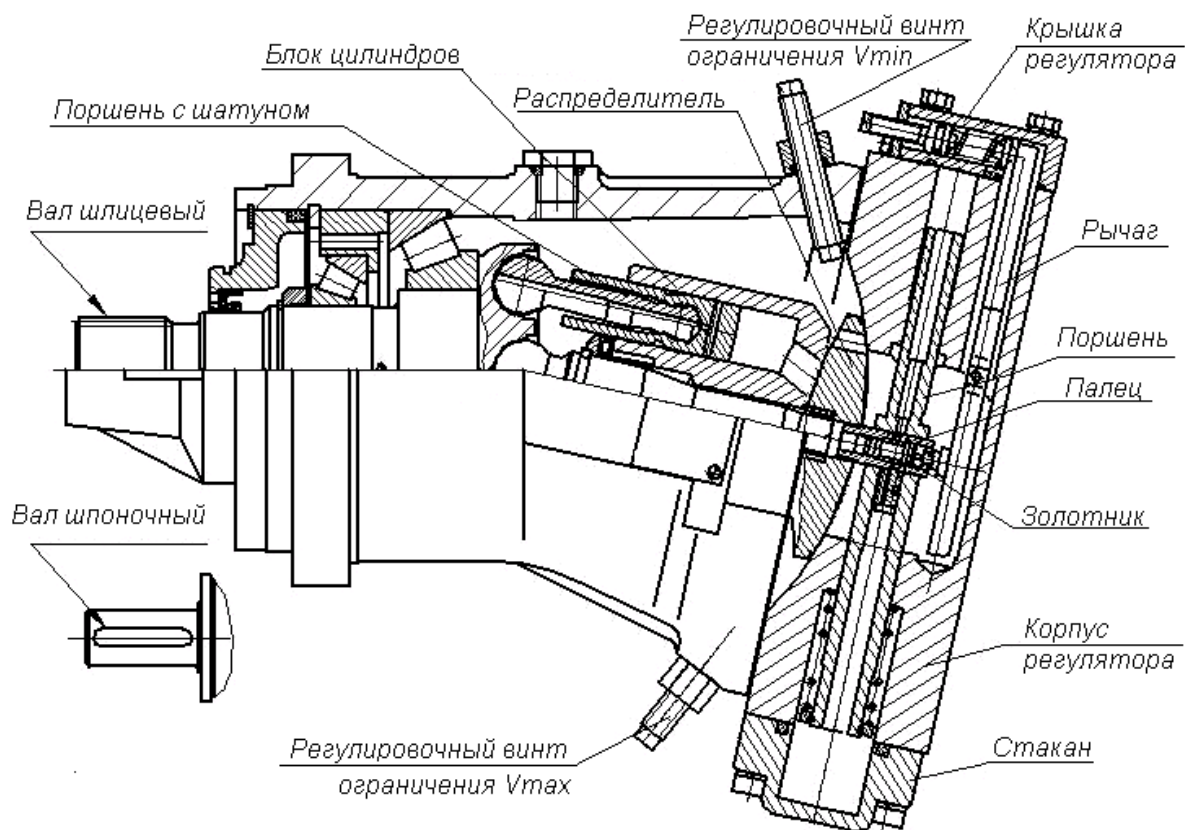

Рисунок 1 – Насос с регулятором мощности (пример)
1.7.1 Насос (рисунок 1) функционально состоит из двух узлов: блока регулятора и качающего узла.